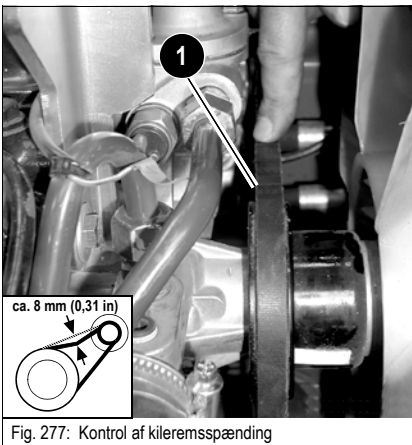

Fig. 277: Kontrol af kileremsspænding
- ☞ Kontroller kileremmens nedbøjning ved at trykke på den med tommelfingeren med et kraft på ca. 100 N (22,5 lbf.) mellem skiven på krumtapakslen og ventilatorremskiven. På en ny rem skal nedbøjningen være 6 til 8 mm (0,24 til 0,31 in) (se fig. 277). På en brugt rem skal nedbøjningen (efter ca. 5 minutters køretid) være 7 til 9 mm (0,27 til 0,35 in).